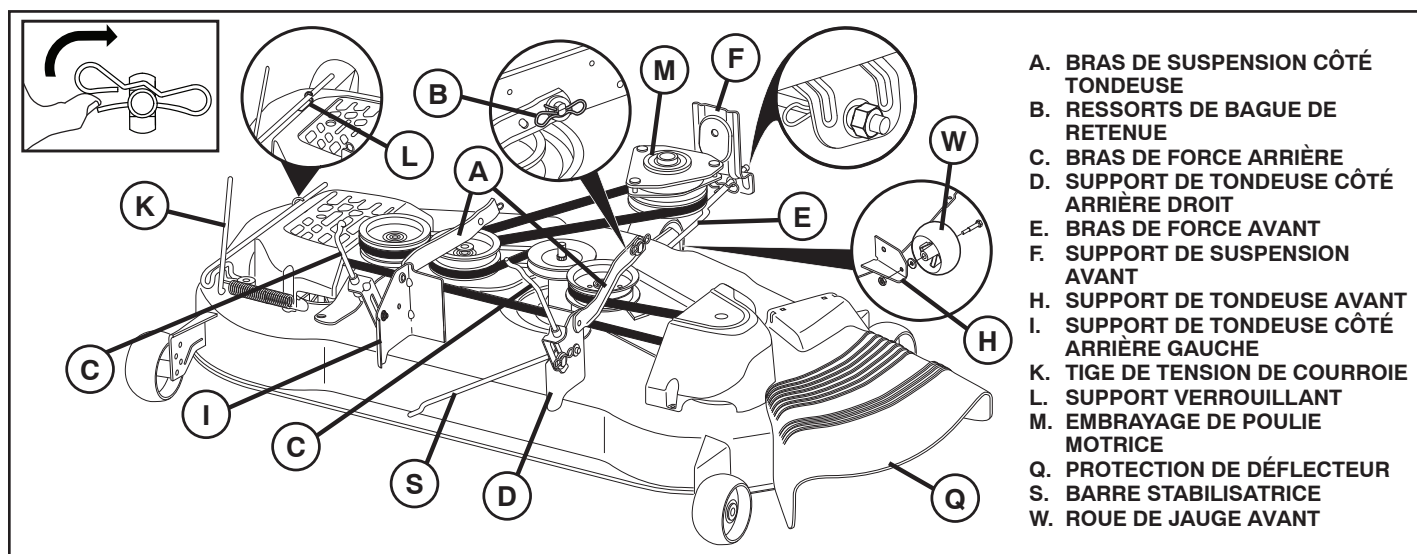

Fig. 7
## 9. INSTALLER LA COURROIE SUR L'EMBRAYAGE DE POULIE MOTRICE (M) (Voir la Fig. 7 & 15)
- Désengager la tige de tension de courroie (K) du support verrouillant (L).
- Installer la courroie sur l'embrayage de poulie motrice (M).